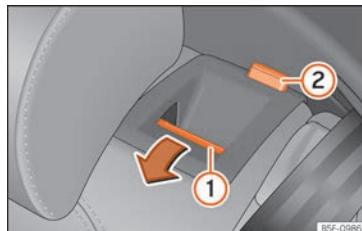

Fig. 150 En el respaldo del asiento trasero: tecla de desbloqueo ①; marca roja ②
- Pulse la tecla de desbloqueo »»» fig. 150 ① hacia delante y, al mismo tiempo, abata el respaldo. El respaldo trasero está desbloqueado cuando se ve una marca roja en la tecla ②.